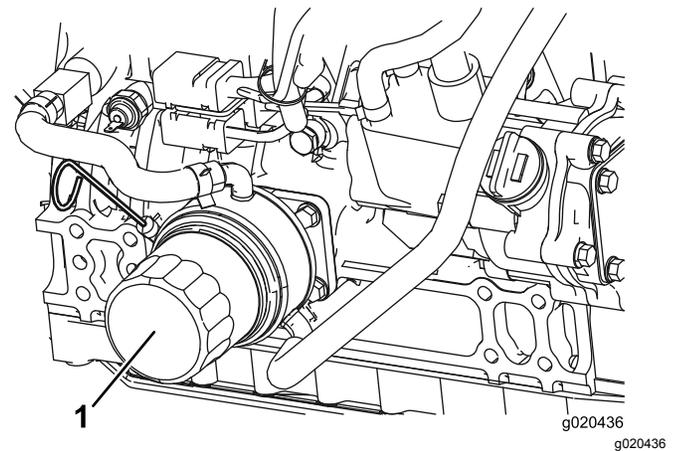

Figura 60
- Togliete il filtro dell'olio (Figura 60).